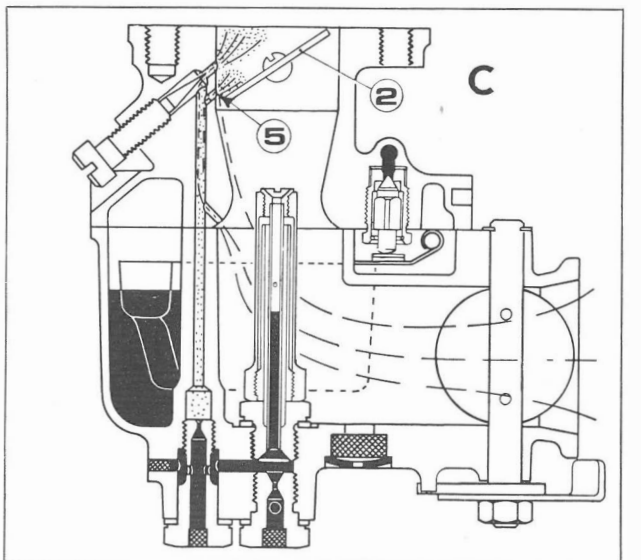

Fig. 35
C – En accélérant, c'est à dire en ouvrant légèrement le papillon mélange, la dépression dans le conduit du ralenti diminue. On n'a pas l'érogation de carburant du gicleur du maxi. Le mélange pour l'accélération passe par un second trou (de progression) (5) en communication avec le conduit du ralenti qui vient dégagé par l'ouverture du papillon mélange (2) (Fig. 35).
C – Acceleration: when slightly increasing throttle opening, vacuum at the idle channel is partly destroyed. Fuel feeding from idle port almost stops. A small hole (progression hole) (5) communicating with the idle channel provides a fuel supply as soon as the throttle valve (2) starts to open (Fig. 35).
C – Beim Beschleunigen, d.h. bei leichter Öffnung der Drosselklappe, verringert sich der Unterdruck im Leerlaufkanal, aber der Brennstoffzufluss von der Hauptdüse erfolgt noch nicht. Für die zur Beschleunigung nötige Gemischmenge sorgt eine 2. Öffnung (Beschleunigungsöffnung) (5), die in Verbindung mit dem Leerlaufkanal steht und bei geöffneter Drosselklappe (2) aufgedeckt wird (Abb. 35).